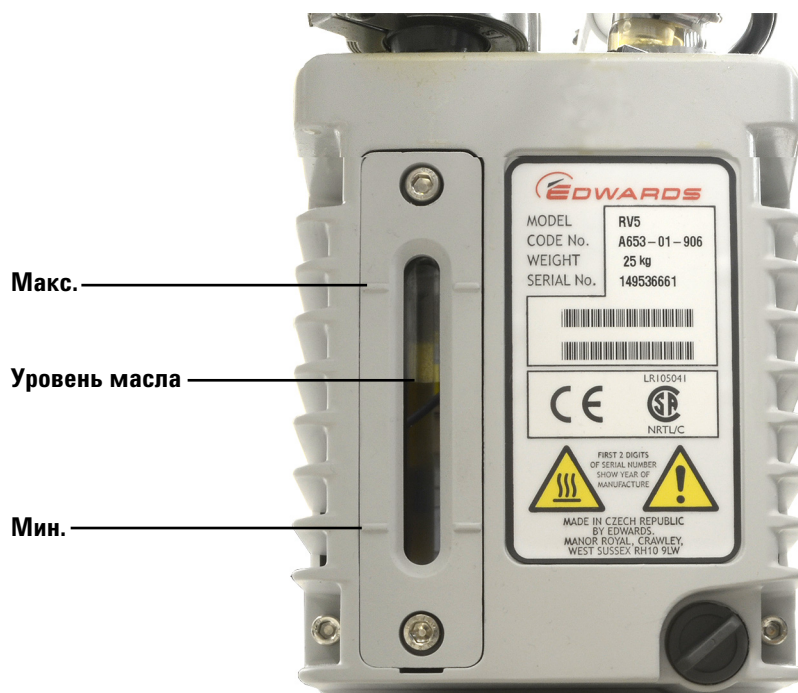

Рис. 12 Проверка уровня масла
- 4** Добавьте новое масло в насос так, чтобы уровень масла приблизился к отметке максимума в окошке для проверки уровня, но не превысил эту отметку. См. Рис. 12 на стр. 78.
- 6** Добавьте новое масло в насос так, чтобы уровень масла приблизился к отметке максимума в окошке для проверки уровня, но не превысил эту отметку. См. Рис. 12 на стр. 78.